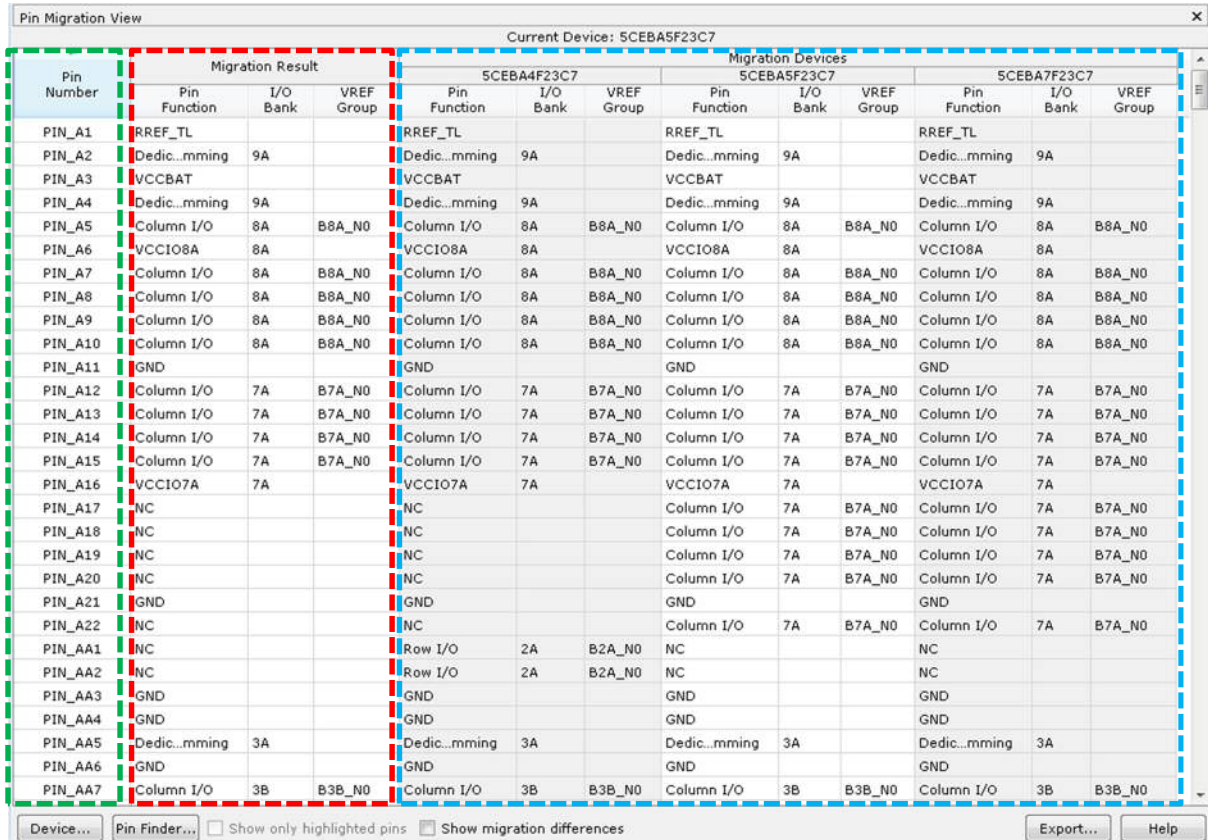

図4-3 Pin Migration View ウィンドウ
8. Pin Migration View ウィンドウ(図 4-3)が起動します。